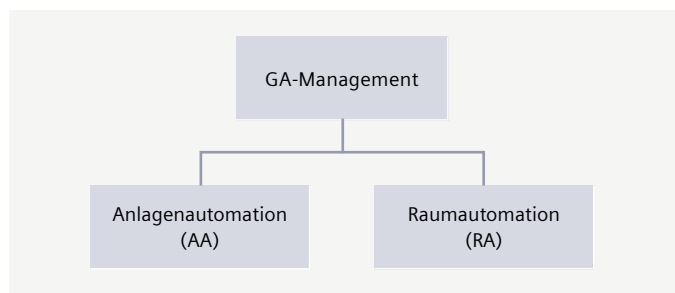

Abb. 1: Aufbau GA-System
Ein Gebäudeautomationssystem lässt sich wie in Abb. 1 dargestellt in drei Systembereiche gliedern: Die Anlagenautomation (AA), die Raumautomation (RA) und das der beiden übergeordneten Gebäudeautomationsmanagement (GA-Management).